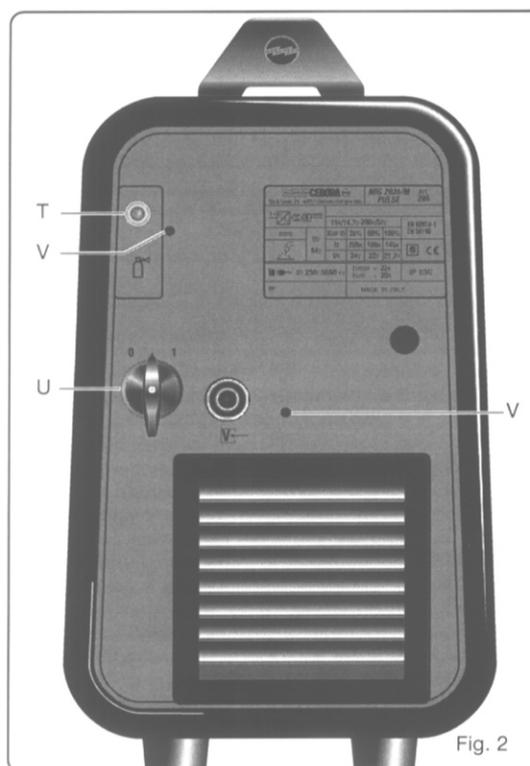

Fig. 2
3.3 COMANDOS NO PAINEL TRASEIRO (Fig. 2)